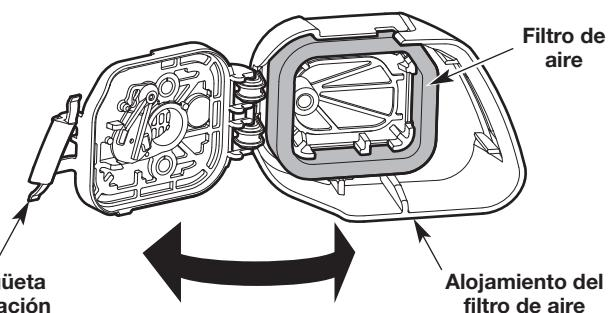

Fig. 11
1. Abra la cubierta del filtro de aire: oprima la lengüeta de fijación y gire la cubierta del filtro de aire hacia la derecha (Fig. 11).
2. Extraiga el filtro de aire del interior de la cubierta del filtro de aire (Fig. 11).
6. Reinstale el filtro de aire dentro de la cubierta del filtro de aire (Fig. 11).
7. Cierre la cubierta del filtro de aire: Gire la cubierta del filtro de aire hacia la izquierda y oprímala para cerrarla hasta que la lengüeta de fijación calza a presión en su lugar (Fig. 11).